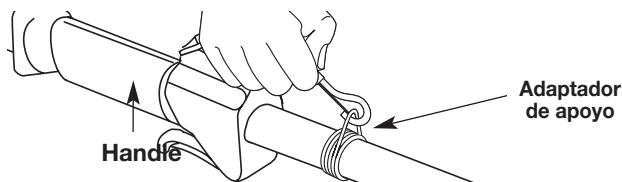

Fig. 4
- Coloque el arnés por encima de su cabeza y sobre su hombro. Abroche en el adaptador de apoyo (Fig. 4).